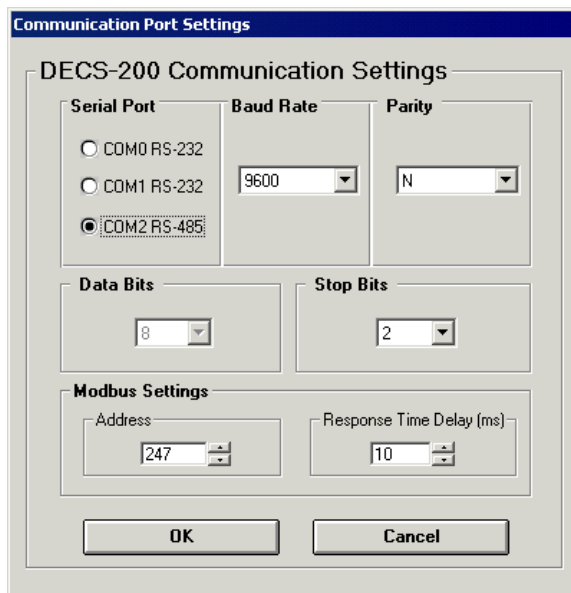

图 5-2 通信端口设置
点击菜单栏上的通信按钮打开 DECS-200 通信端口，将鼠标指针悬停在“打开命令端口”上并点击前端口 - RS-232(图 5-2)。当弹出通信端口对话框时，选择合适的个人电脑 (PC) 通信端口，然后点击初始化按钮。BESTCOMS 通过检索 DECS-200 配置设置来发起通信。